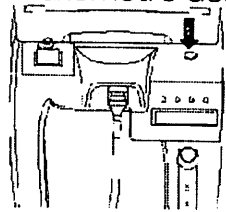
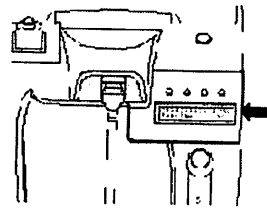

Figura 5
Figura 6
d) Pressione o botão de nebulização do lado direito na parte superior do equipamento por 5 segundos (Figura 5) e solte quando ouvir um sinal sonoro para iniciar a macronebulização. O modo de nebulização é indicado no visor do painel (Figura 6). A esfera do fluxômetro desce até o fundo.
c) Pressione o botão de nebulização do lado direito na parte superior do equipamento por 5 segundos (Figura 5) e solte quando ouvir um sinal sonoro para iniciar a micronebulização. O modo de nebulização é indicado no visor do painel (Figura 6). A esfera do fluxômetro desce até o fundo.